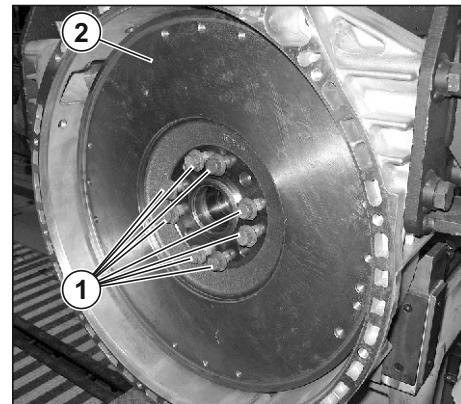

Рис. 39. Снятие маховика.
3. Отвернуть болты (1) (650.1005127) крепления маховика.
4. Снять маховик (2) (650.1005118) с помощью приспособления фиксации маховика на торце коленчатого вала (при замене) (см. Рис. 39).